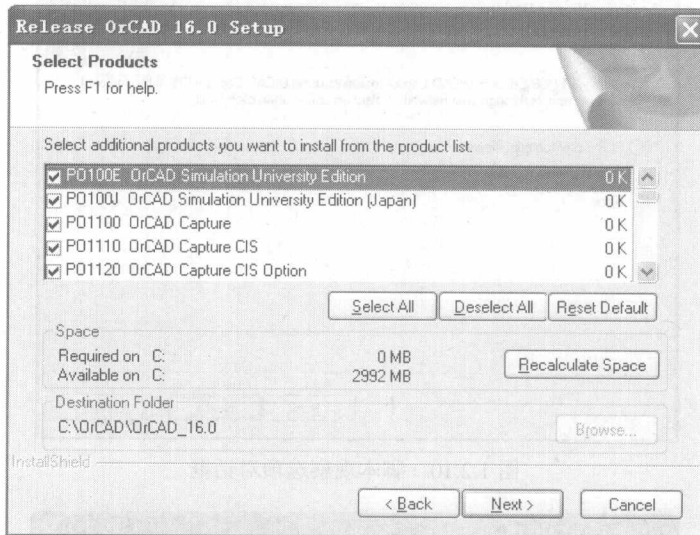

图 1.2.8 安装产品选择对话框
(6) 在弹出的如图 1.2.8 所示安装产品选择对话框中,勾选需要安装的产品,单击 Next 按钮。其部分产品如下: